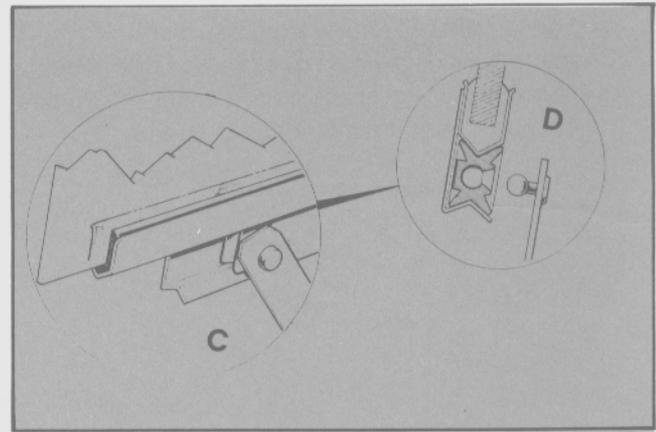

Fig. 51 - Retenes de conexión del cristal al brazo.
- Separar los retenes. (Fig. 51).
- Conectar los retenes de conexión del brazo del mecanismo haciendo presión sobre sus alojamientos (Fig. 51).